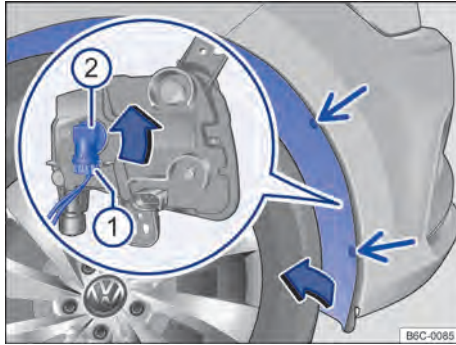

Fig. 185 Na caixa de roda dianteira: acesso à lâmpada incandescente do farol de neblina.
- 2 Remover os parafusos de fixação do revestimento da caixa de rodas → Fig. 185 (setas) com o auxílio de uma chave de fenda.
- 5 Retirar o conector de alimentação da lâmpada → Fig. 185 **1**, pressionar, ao mesmo tempo, a trava de fixação do conector.
- 6 Girar o soquete da lâmpada → Fig. 185 **2**, no sentido anti-horário até o batente, e desencaixá-lo do alojamento.
- 13 Recolocar os parafusos de fixação → Fig. 185 (setas) e apertá-los.